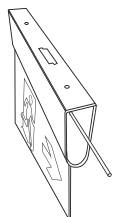

Рис. 6.
- ▶ Достаньте из верхней панели провод и протяните его в сторону снятой торцевой заглушки, убедитесь в том, что провод не перекрывает отверстия крепления саморезов. Прижмите провод верхней панелью и зафиксируйте её при помощи саморезов (Рис. 6);